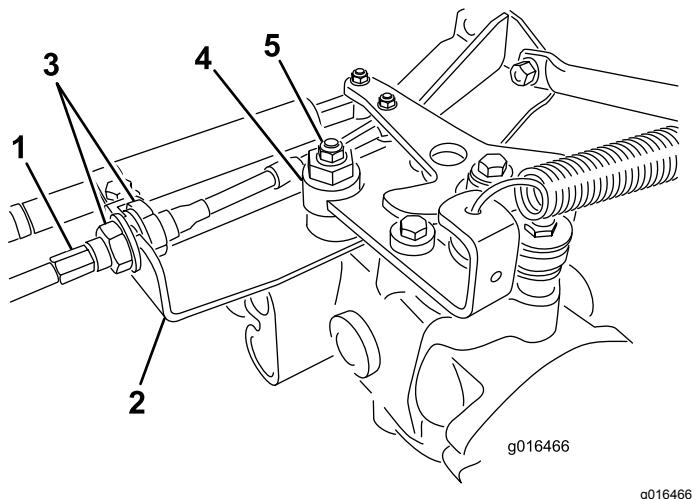

Figure 40
- A. Desserrez les deux écrous de blocage qui fixent le câble de commande de transmission à la traversée sur l'hydrostat (Figure 40). Desserrez les écrous de blocage uniformément et suffisamment pour permettre le réglage.
Remarque: Desserrez l'écrou de fixation de l'excentrique en haut de l'hydrostat (Figure 40).
- E. Lorsque la route arrête de tourner, serrez l'écrou pour bloquer l'excentrique et le réglage (Figure 40).
- G. De chaque côté de la traversée, serrez les contre-écrous uniformément pour fixer le câble de transmission à la traversée (Figure 40). Ne tordez pas le câble.